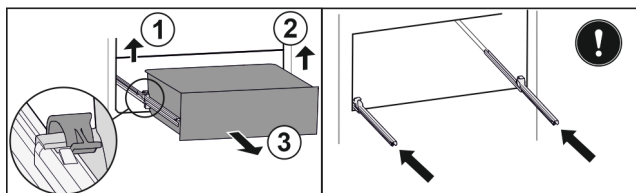

Fig. 64
- ▶ Levante la brida izquierda y, simultáneamente, tire de la parte izquierda del cajón hacia adelante. Fig. 64 (1)
- ▶ Levante la brida derecha y, simultáneamente, tire de la parte derecha del cajón hacia adelante. Fig. 64 (2)
- ▶ Extraiga el cajón hacia adelante. Fig. 64 (3)